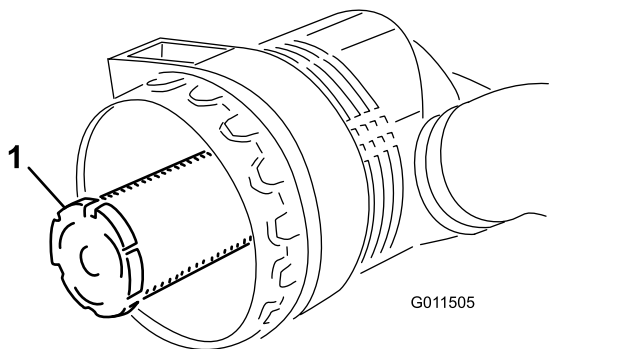

Figura 77
**Importante:** Non cercate mai di pulire il filtro di sicurezza (Figura 77). Sostituitelo con uno nuovo ogni 3 interventi di manutenzione sul filtro primario.